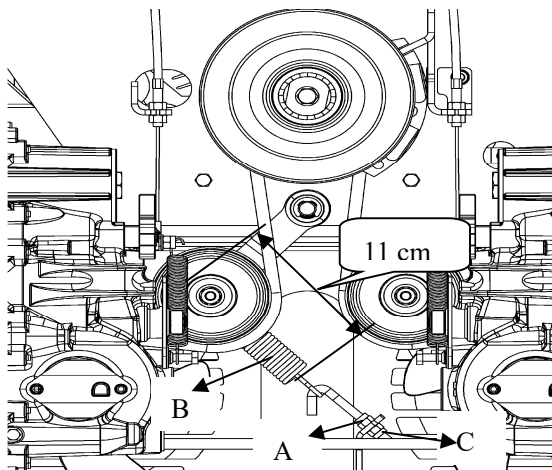

Fig. 19
La méthode est similaire à celle décrite ci-dessus pour le réglage de la courroie du plateau. La longueur du ressort du galet libre (B) doit mesurer environ 11 cm pour une tension correcte de la courroie (reportez-vous à la Fig. 19).